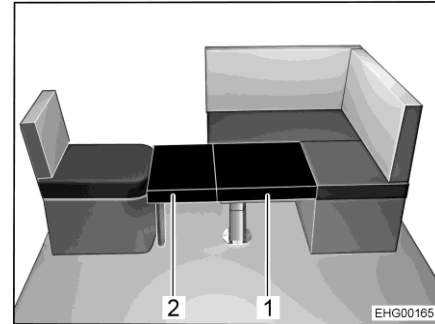
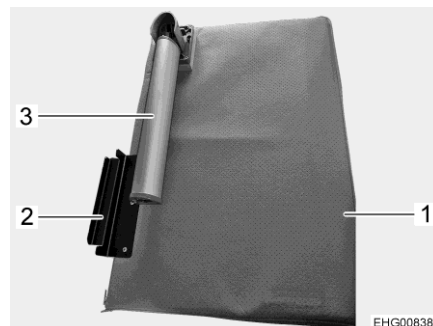

Bild 126 Efter ombyggnaden
Bild 127 Extrabräda
- Fäll ut fotstöd (Bild 127,3) på extrabräda (Bild 127,1).
- Haka fast extrabrädans hållvinkel (Bild 127,2) i enkelsätet och placera extradynan (Bild 126,2) på bordsskivan.
- Placera den andra extra dynan (Bild 126,1) på bordsskivan.